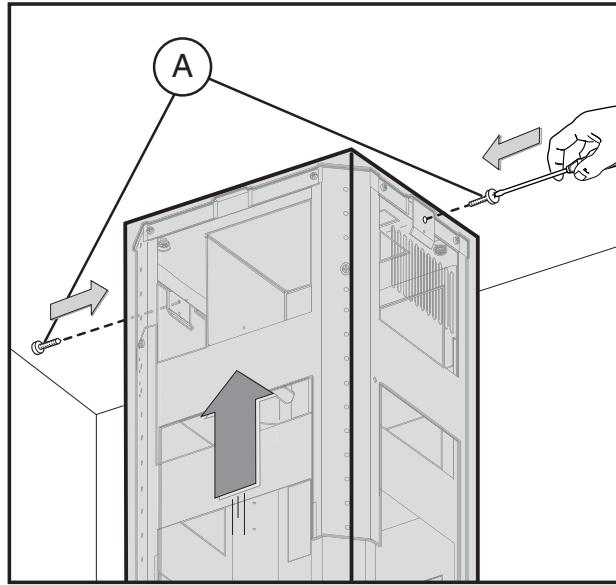

Fig.7
- Tome el conducto de evacuación de humo superior y fíjelo a la estructura con los 2 tornillos **A** (**Fig.7**).